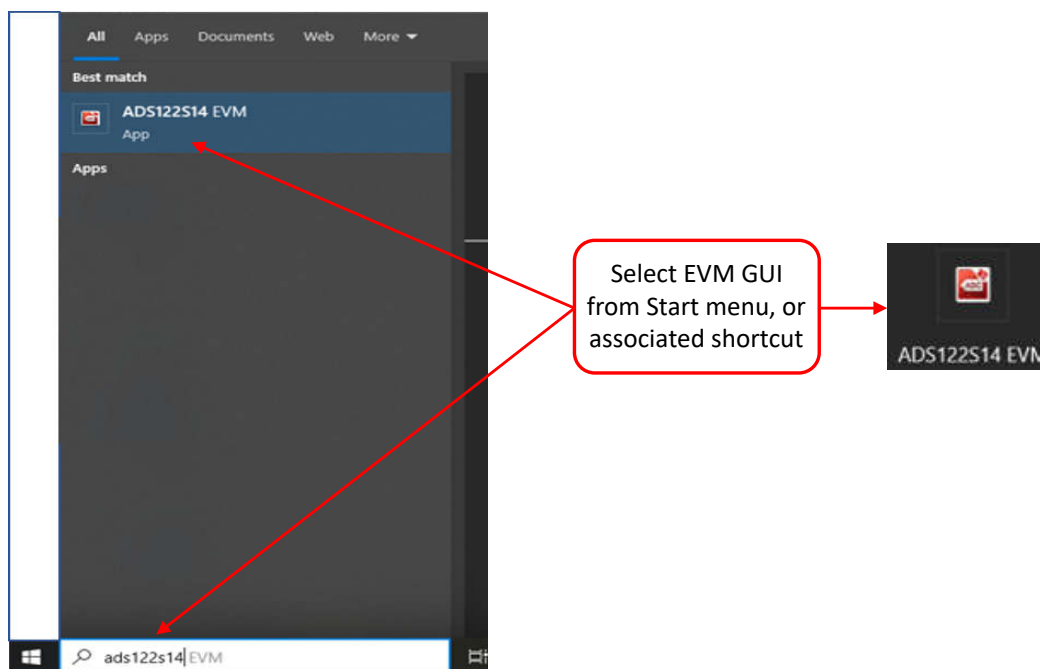

図 4-2. ADS122S14EVM GUI を起動します
6. スタートメニュー (図 4-2 を参照) またはインストールされたアイコンから、GUI ソフトウェアを起動します。GUI の右下隅にある **Connected (接続済み)** インジケータが緑色になっていることを確認します。これは、ADS122S14EVM および PAMB コントローラ カードが正常に接続され、GUI との通信が行われていることを示します。インジケータが灰色の場合、GUI の右上隅にある **Demo Mode (デモモード)** を確認し、このモードにチェックが入っていれば解除して、通常のデータキャプチャモードに戻します。